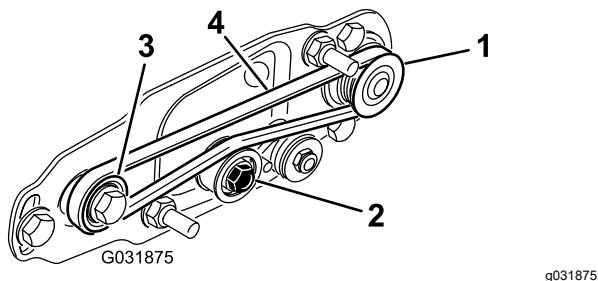

図 24
- A. **駆動** プーリにベルトを掛け、次に、アイドルプーリの上部に掛ける 図 24。
- B. **受動** プーリからベルトを掛け始める 図 24。